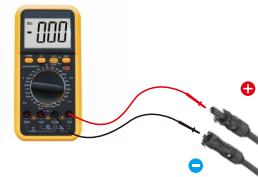
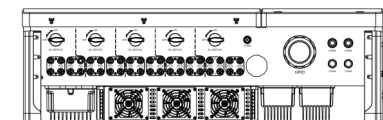

Figure 3.22 Mesure avec un multimètre
Figure 3.23 Connexion des connecteurs CC à l'onduleur
5. Mesurez la tension PV de l'entrée CC avec un multimètre, vérifiez la polarité du câble d'entrée CC (voir figure 3.22) et assurez-vous que chaque tension de chaîne se situe dans la plage de fonctionnement de l'onduleur. Connectez le connecteur CC à l'onduleur jusqu'à entendre un léger clic indiquant une connexion réussie (voir figure 3.23).